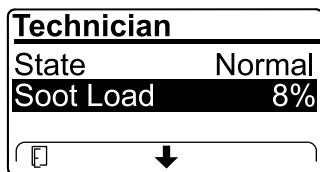

Рисунок 39
- Посмотрите объем сажи, измеряемый в виде процентов в DPF (Рисунок 39); см. таблицу объема сажи.